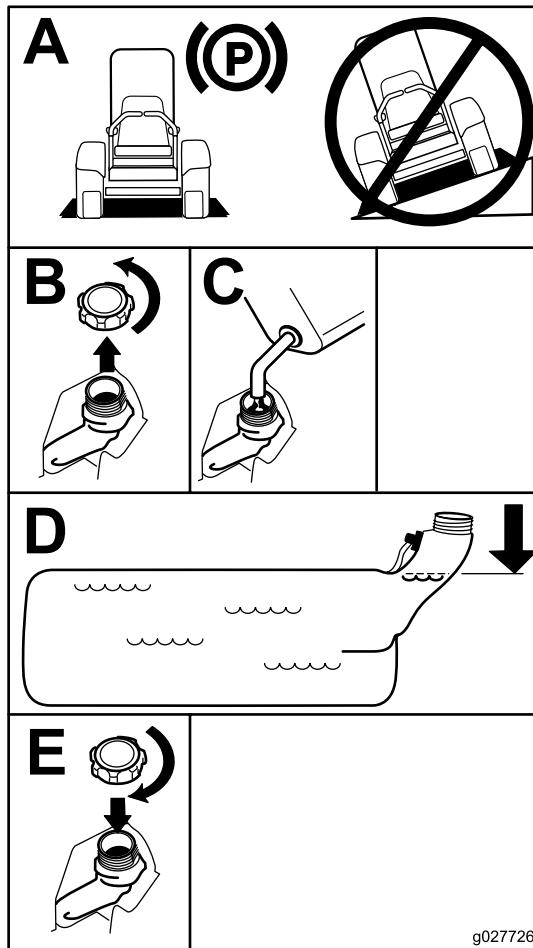

Bild 7
4. Füllen Sie den Kraftstofftank bis zur Unterseite des Füllstutzens (Bild 7).